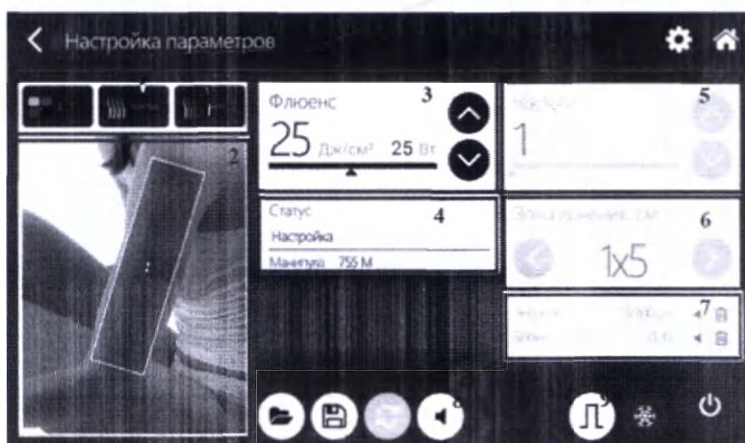

Рис.10.4 – Настройка параметров
1. Выбор цвета кожи, толщины и цвета волос (Поле № 1 на рис.10.4)
2. Выбор обрабатываемого участка части тела (Поле № 2 на рис.10.4)
3. Плотность энергии лазерного излучения (флюенс) и соответствующее значение средней мощности лазерного излучения (Поле № 3 на рис.10.4)
4. Статус Прибора и тип подключенной манипулы (Поле № 4 на рис.10.4) – информация отображается в зависимости от подключенной Манипулы и текущего статуса.
5. Частота следования импульсов (Поле № 5 на рис.10.4).
6. Размер зоны лечения (Поле № 6 на рис.10.4)
7. Количество энергии и времени на процедуру (Поле № 7 на рис.10.4) – отображаются предустановленные параметры, в зависимости от установленных значения плотности выходной энергии лазерного излучения (флюенса) и частоты следования импульсов.
8. Настройка дополнительных параметров (Поле № 8 на рис.10.4) – сохранение и загрузка режимов работы, сброс настроек по умолчанию, настройка звукового сигнала во время генерации лазерного излучения.
9. Отображение текущего режима работы Прибора (Поле 9 на рис.10.4)
ПОЛЯ 5,6,7 НА РИС.10.4 АКТИВНЫ ТОЛЬКО В ДИНАМИЧЕСКОМ РЕЖИМЕ РАБОТЫ ПРИБОРА
(Поля 3, 5, 6 на рис.10.4) кнопкой  для увеличения значения и кнопкой  для уменьшения значения.
(см.рис.10.4). Кнопка  отображает статический режим работы Прибора, кнопка
отображает динамический режим работы Прибора. Во время статического режима работы поля 5,6 и 7 на рис.10.4 недоступны для изменения.
11.1. При нажатой кнопке  (см. рис.10.4 поле № 7) после завершения процедуры Прибор издаст звуковой сигнал (кнопка звукового сигнала активна и подсвечена
кнопку, и ее вид измениться на  (см. рис.10.4 поле № 8).